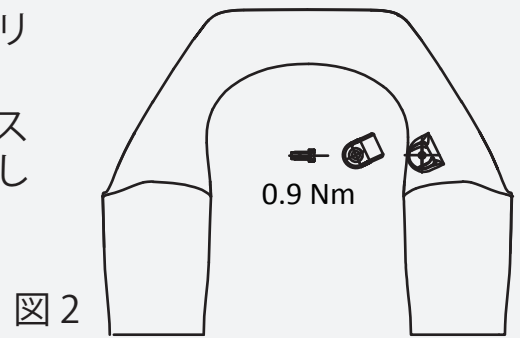

図2
2. 図2に示すように、付属のケーブルガイドを使用してディスクブレーキホースをCrest 34サスペンションフォークに固定します。